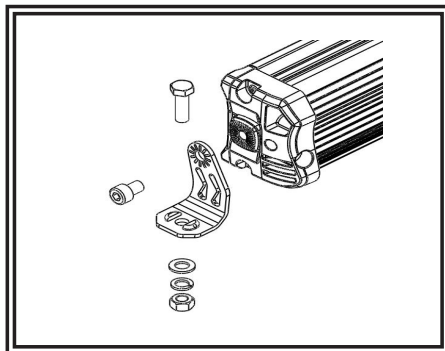

Figura 3
1. Asegure sin apretar los soportes a los extremos de la barra como se muestra en la Figura 3.